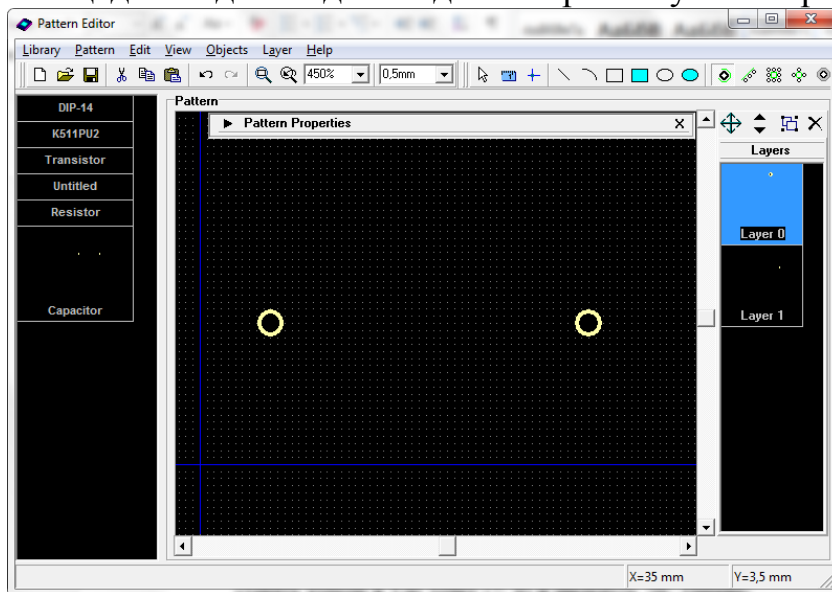

Рис. 3.7.1
3) Установить шаг сетки 0,5 мм. Установить контактные площадки посадочного места микросхемы. Для этого выполнить команду **Place Pad**. Установить курсор в точку (5; 10) и щелкнуть ЛК. Перевести курсор в точку (27,5; 10) и щелкнуть ЛК, затем ПК. Будут установлены контактные площадки под выводы конденсатора. Результат представлен на рис. 3.7.1.